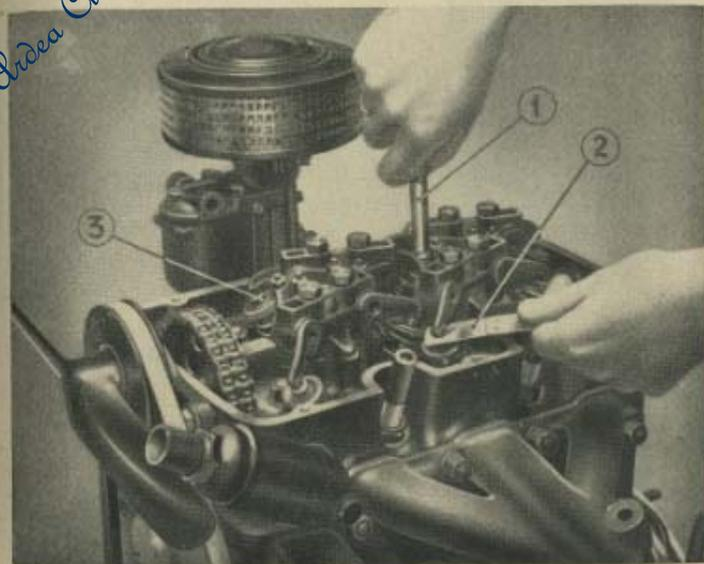

Fig. 7. - Registrazione del gioco delle valvole.
Per registrare il gioco tra i bilancieri e le valvole procedere nel seguente modo (vedi fig. 7):
- a) Registrare a mm. 0,45 il gioco tra la valvola aspirazione ed il relativo bilanciere del cilindro N° 2 (vedi fig. 7).
- c) Far ruotare l'albero distribuzione nel senso di rotazione del motore, fino a che la valvola di aspirazione (3) del cilindro N. 2, registrata col gioco di mm. 0,45, non inizi l'apertura (vedi fig. 7).